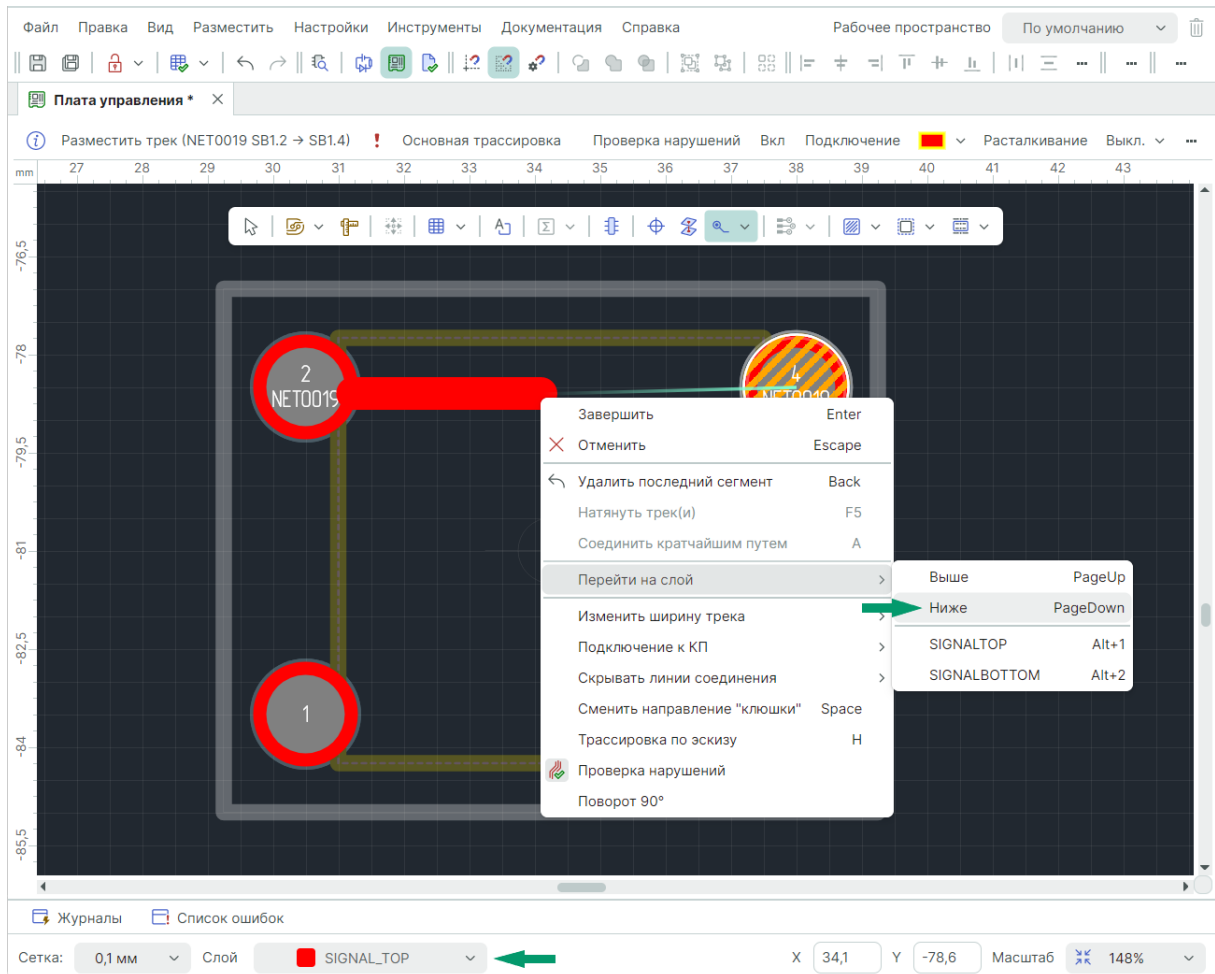

Рис. 218 Выбор направления перехода по слоям
2. Вызовите контекстное меню и выберите пункт «Перейти на слой», с выбором слоя во вложенной части меню в зависимости от взаимного расположения слоев, между которыми требуется осуществить переход, см. Рис. 218.